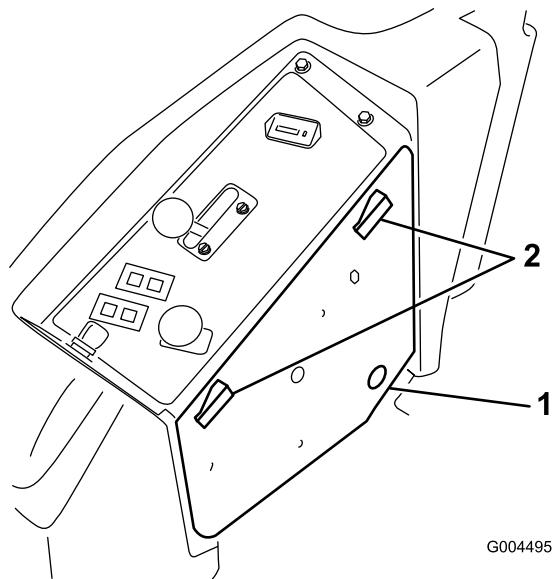

Figura 5
1. Desprenda a cobertura lateral do painel de controlo (Figura 5) e reserve.